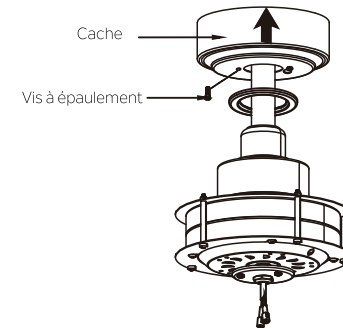

Fig. 15
**Étape 2.** Assemblez le cache en faisant tourner la clavette dans le cache sur la vis à épaulement dans le support de montage. Réinstallez la vis à épaulement qui a été enlevée précédemment et resserrez bien ensuite les deux vis à épaulement. (Fig. 15)